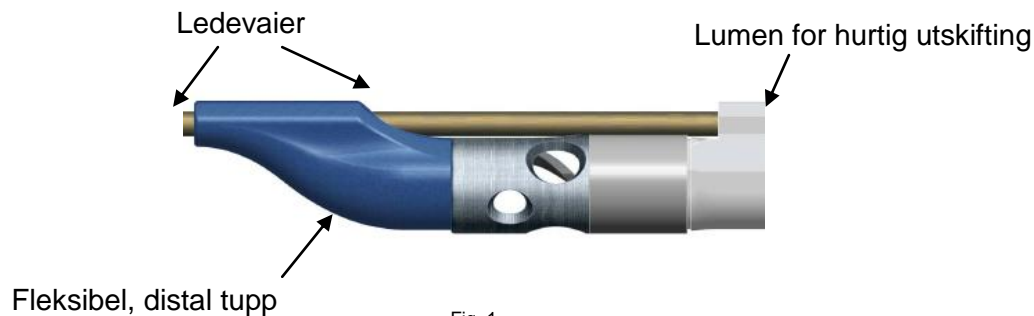

Fig. 1
3. Sikre ledevaierposisjonen og før ledevaieren gjennom den fleksible, distale tuppen og lumenet for hurtig utskifting på ThromCat XT-kateteret (fig. 1).